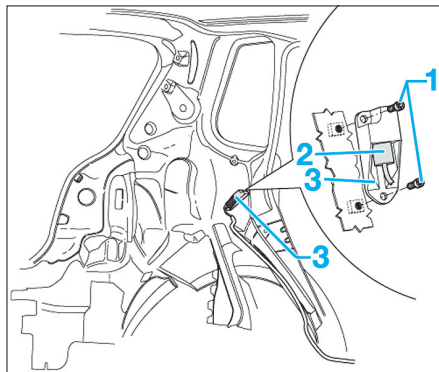

Fig. 10
- Dévisser les deux vis (1) (Fig.10).